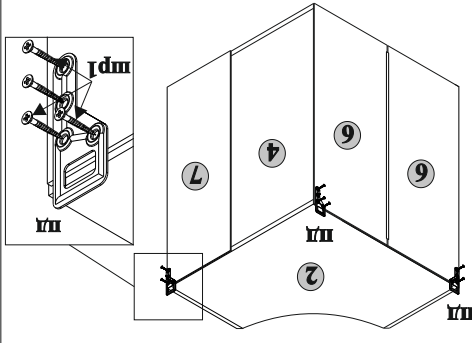

Рис. 4
- 5.7. Установить на корпусе шкафа петли для навешивания **пд** шурупами **шр1** (рис.4).